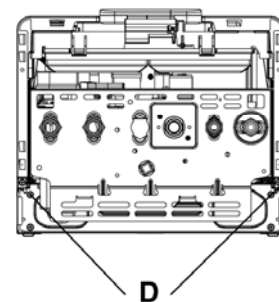

Рис. 6c
- отвинтите два крепежных винта (D) (рис. 6c) и снимите кожух